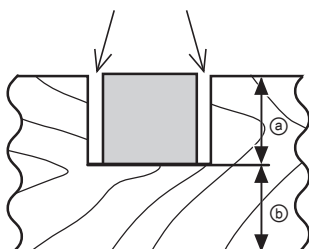

Fig. 46
Les encoches dans les pièces se découpent comme indiqué à la Fig. 46 en réglant le boulon de réglage de la profondeur de 6 mm.
- (2) Régler la profondeur de coupe voulue en réglant la distance entre la lame et la surface de la plaque tournante (voir ⑥ à la Fig. 46).